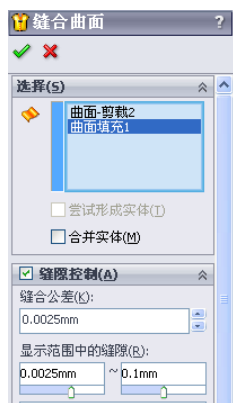

图 9-119 “缝合曲面”属性管理器
(13) 缝合曲面。选择菜单栏中的“插入”→“曲面”→“缝合曲面”命令，或者单击“曲面”工具栏中的（缝合曲面）按钮，此时系统弹出如图 9-119 所示的“缝合曲面”属性管理器。在视图图中选择剪裁的曲面和填充曲面。单击属性管理器中的（确定）按钮，退出对话框。